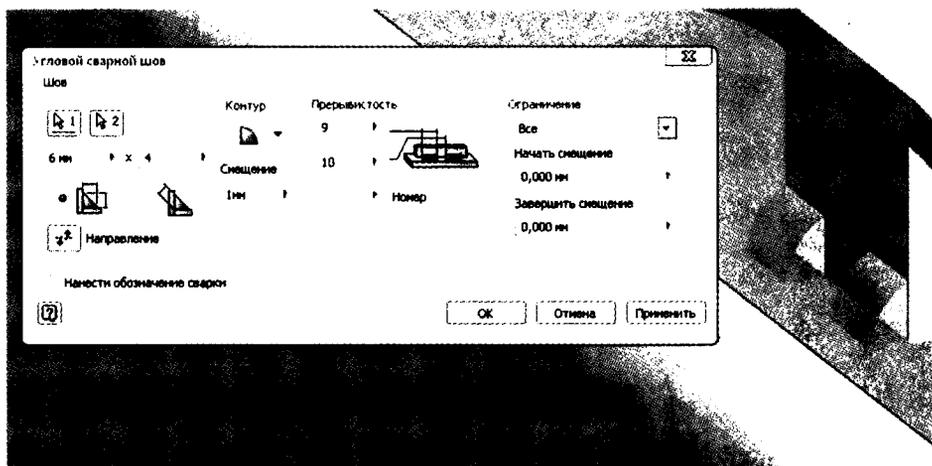

Рис. 12.10. Предпросмотр прерывистого сварного шва
7. Щелкните первую кнопку выбора и укажите плоскую грань верхней части голубой детали, затем щелкните кнопку второго выбора и укажите верхнюю грань трубы, как показано на рис. 12.10.